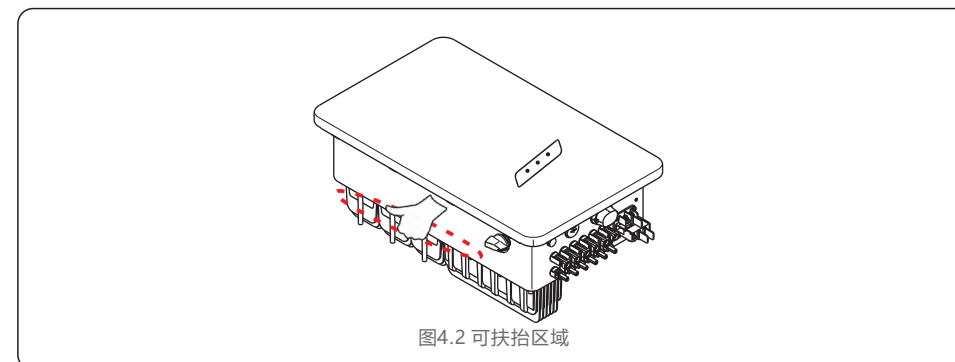

图4.2 可扶抬区域
2. 打开箱子后, 拿出逆变器, 虚线区域为可扶抬的区域，两边为同一位置。（如图4.2所示）